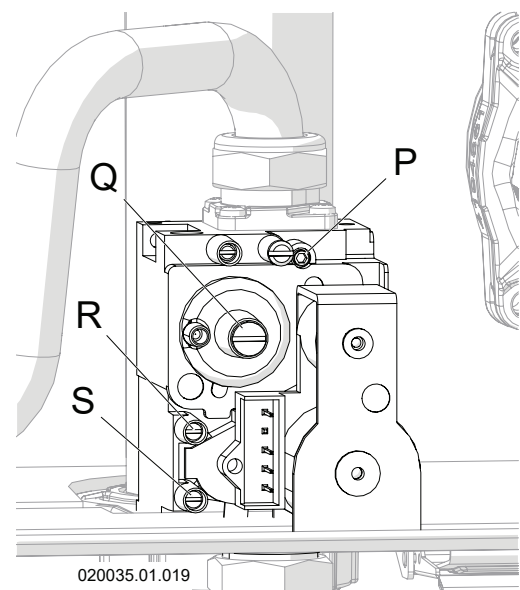

Figura 6-5 - Valvola del gas
- 15.-aprire completamente la vite di regolazione del CO2 particolare "P" (Figura 6-5);